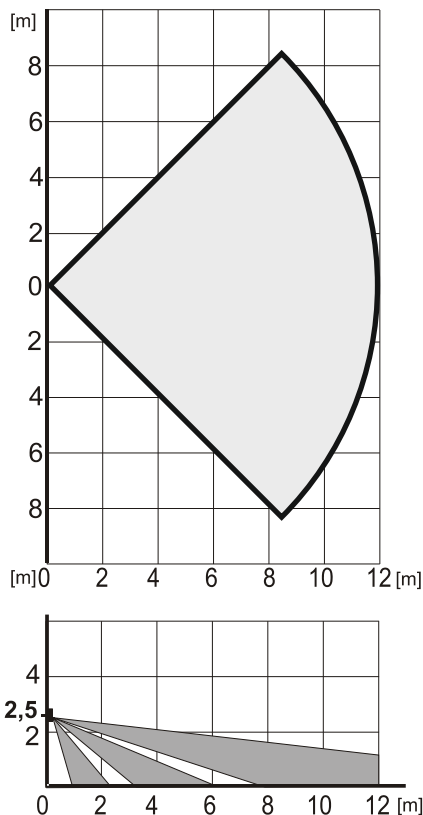

Abbildung 3. Diese Erkennungscharakteristiken gelten für die standardmäßige PIR-Immunität.
Der Melder ist mit einem Objektiv (2) ausgestattet, das eine Fläche von 90° / 12 m abdeckt. Der Bereich wird von 3 Strahlern (Vorhängen) abgedeckt – siehe Abbildung 3. **Das Objektiv kann nicht durch ein Objektiv eines anderen Typs ersetzt werden.** Diese Erkennungscharakteristiken sind für weiße und graue Objektivtypen gleich.